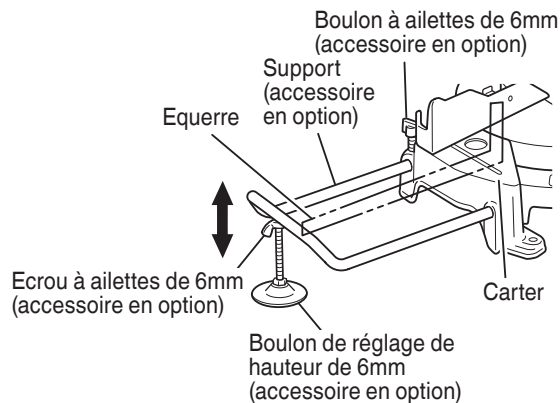

Fig.11
- (1) Comme indiqué à la Fig. 11, utiliser une équerre en acier pour aligner le bord supérieur des supports sur la surface du socle. Desserrer l'écrou à ailettes de 6mm. Tourner un boulon de réglage de hauteur de 6mm, et régler la hauteur du support.
- (2) Après le réglage, serrer à fond l'écrou à ailettes et fixer le support avec le boulon à ailettes de 6mm (accessoire en option). Si la longueur du boulon de réglage de la hauteur de 6mm est insuffisante, insérer une plaque mince dessous. S'assurer que l'extrémité du boulon de réglage de la hauteur de 6mm ne dépasse pas du support.